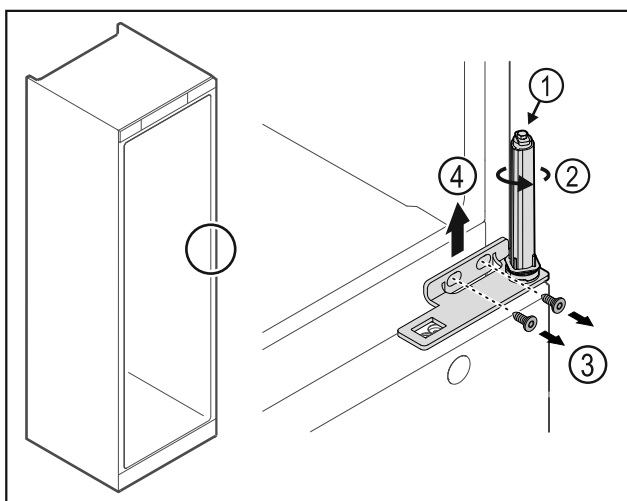

Fig. 28
- Non disassemblare il sistema di chiusura della porta Fig. 28 (1).
- Ruotare il sistema di chiusura Fig. 28 (2) finché non si innesta con un clic.
- Svitare le viti Fig. 28 (3), rimuovere la cerniera angolare Fig. 28 (4) verso l'alto.